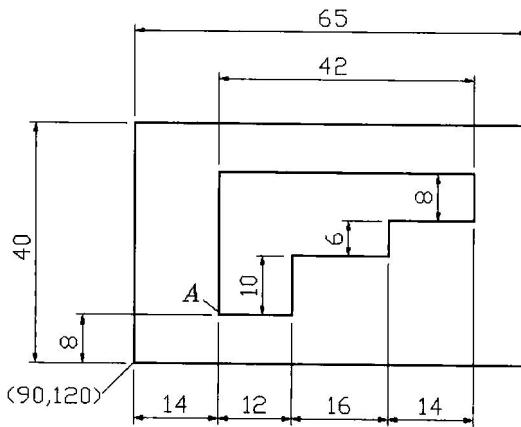

图1-4
**【练习1-4】：** 使用点的绝对坐标或相对直角坐标绘制图 1-4 所示的图形。